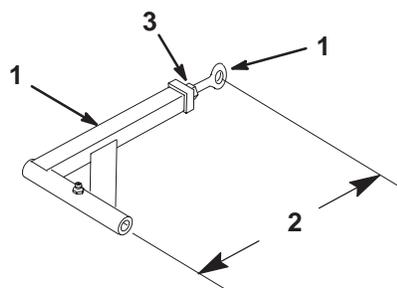

Figure 62
11. Si la poulie de renvoi fixe touche l'extrémité de la fente de réglage et si la courroie a besoin d'être tendue davantage, il est possible de modifier légèrement la longueur des bras de poussée (Fig. 62).
12. Pour régler les bras de poussée, desserrez l'écrou de blocage et tournez la rotule dans le sens anti-horaire, un tour à la fois. Réglez chaque côté de la même façon (Fig. 62).